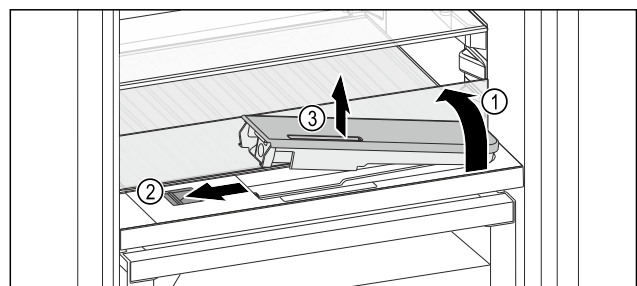

Fig. 196
- ▶ Glasplatte anheben und bis zum Anschlag nach hinten klappen Fig. 196 (1).
- ▶ Schieber Fig. 196 (2) nach links schieben.
- ▶ Wassertank entnehmen Fig. 196 (3).